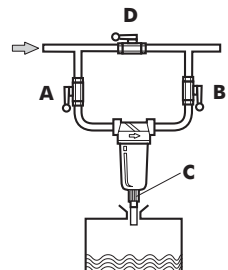

Fig.7
- Chiudere la manopola D (Fig.7)